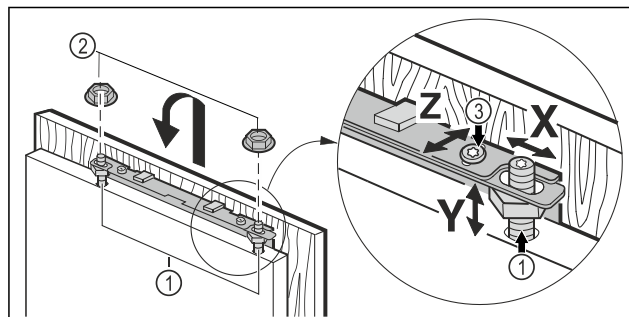

Fig. 60
- ▶ Agățați ușa mobilierului pe bolțurile de reglare Fig. 60 (1) și înșurubați contrapiulițele Fig. 60 (2) slab pe bolțurile de reglare.
- ▶ Aliniați ușa mobilierului pe înălțimea **Y** și înclinarea laterală: Reglați bolțurile de reglare Fig. 60 (1) cu ajutorul unei șurubelnițe.
- ▶ Strângeți contrapiulițele Fig. 60 (3).